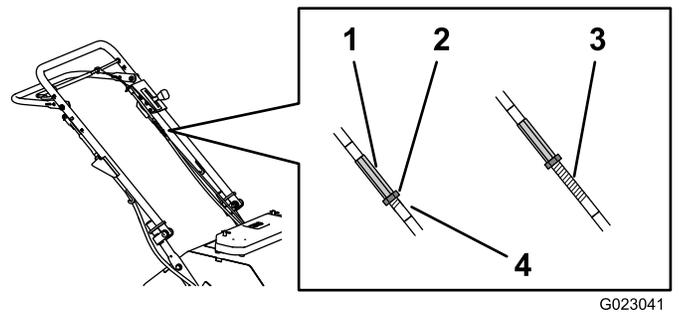
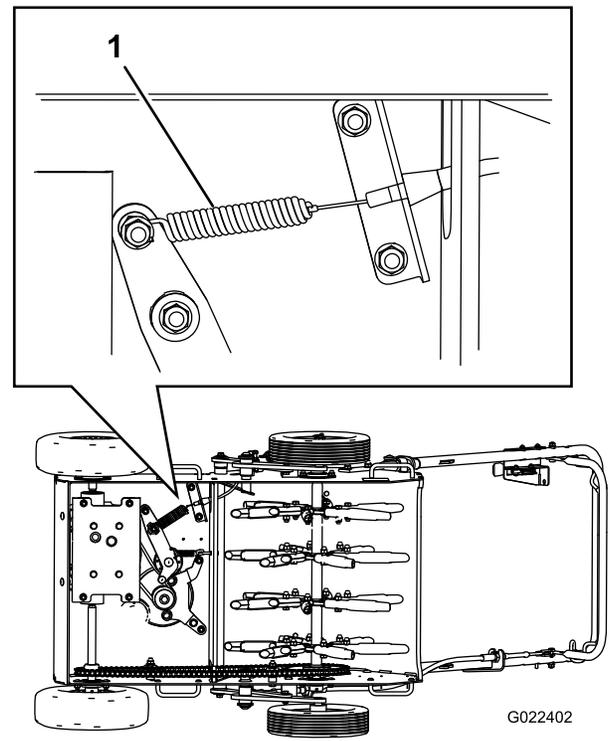

Figure 34
Figure 35
A. Desserrez l'écrou de blocage (Figure 34) sur le câble de traction.
B. Réglez le raccord de câble (Figure 34) 3 mm à la fois, jusqu'à ce que le ressort du câble de traction (Figure 35) soit étiré d'environ 10 mm par rapport à sa position initiale (non étiré).
Pour augmenter la tension de la courroie, tournez le raccord de câble dans le sens anti-horaire, afin d'exposer une **plus grande** partie du filetage. Pour réduire la tension de la courroie, tournez le raccord de câble dans le sens horaire, afin d'exposer une **plus petite** partie du filetage (Figure 34).